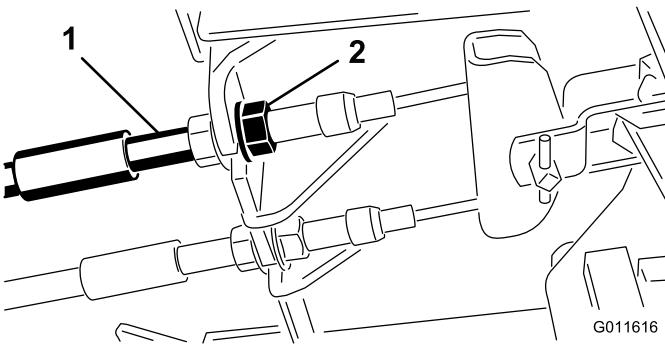

Figura 73
- Per ridurre il gioco dei pedali del freno, stringete i freni allentando il dado anteriore sull'estremità flettuta del cavo del freno (Figura 73).